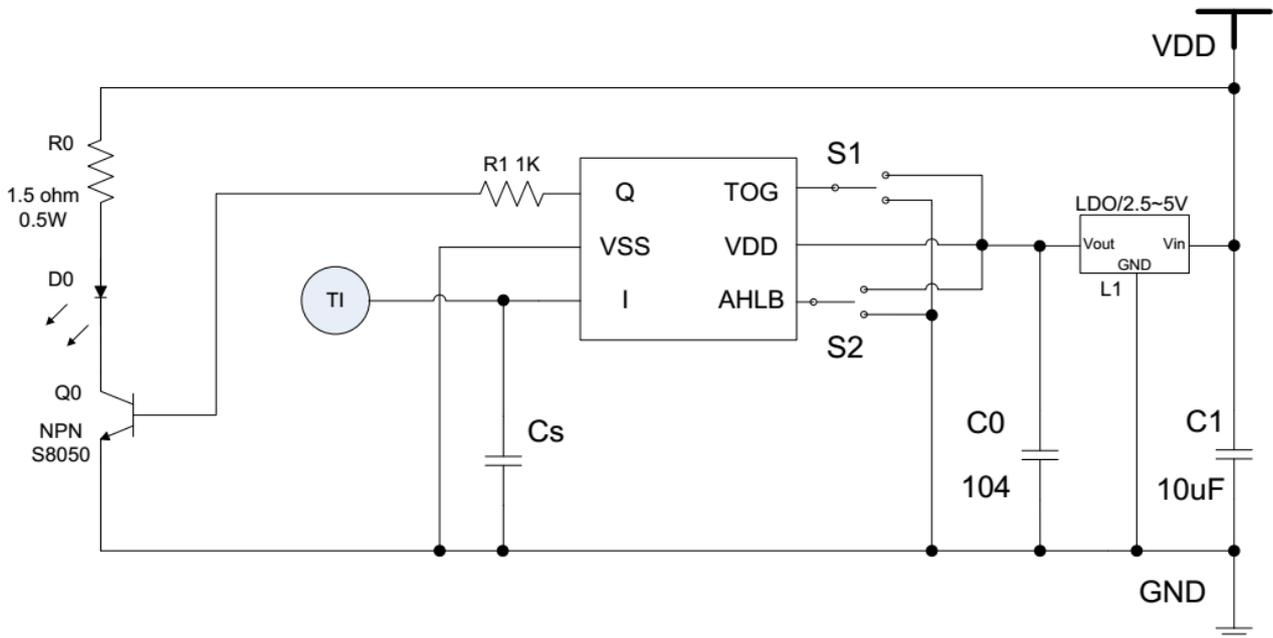

图3、使用电池或稳压源供电时的LED灯光控制应用电路
5. 图3中外部LDO是否增加视具体应用情况而定。如果电源纹波超过了IC内部LDO的抗纹波范围，则需另加外部LDO,否则会引起灵敏度漂移或触摸芯片检测错误，发生误动作或死机。如突然加载大电流负载、锂电池和外置充电器交叉使用，高频次的开启/关闭LED 显示时都需注意电源的稳定性。。